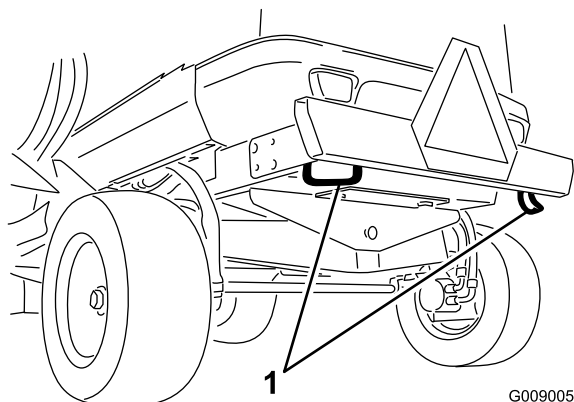

Figura 41
1. Punto de amarre delantero (2)
- En el parachoques trasero (2 lugares) (Figura 41).